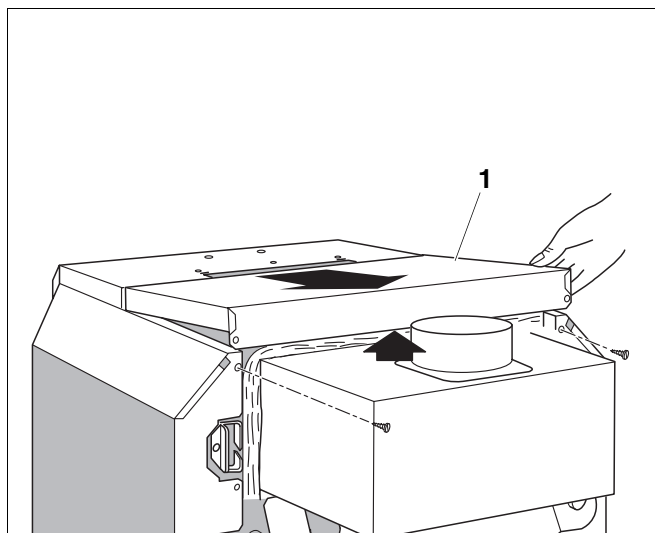

Abb. 13 Kesselhaube abnehmen
- Die beiden Befestigungsschrauben der hinteren Kesselhaube (Abb. 13, **Pos. 1**) herausdrehen. Hintere Kesselhaube anheben und nach hinten wegnehmen (Abb. 13).